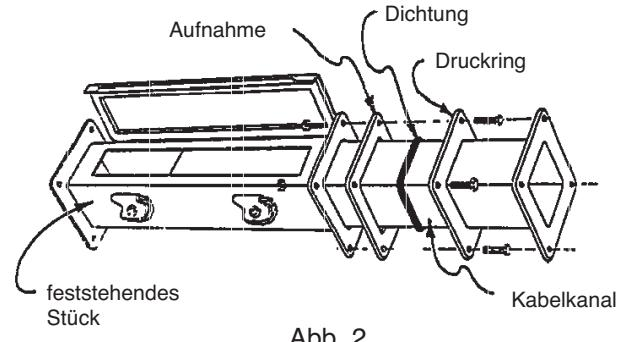

Abb. 2
1. Montieren Sie den Druckring, die Dichtung und die Aufnahme wie in Abb. 2 gezeigt auf dem Kanalstück.